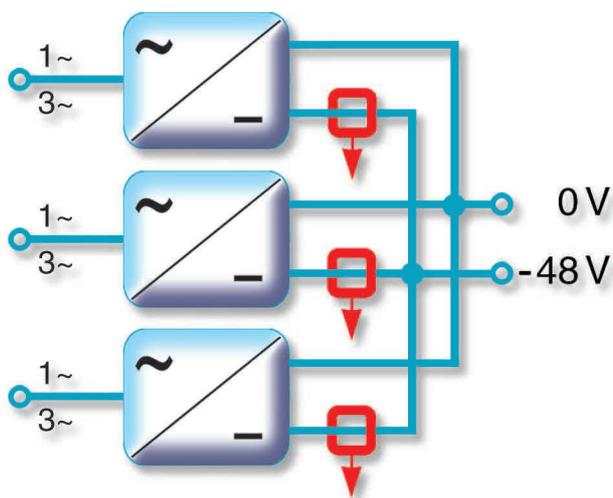

Рис. 11: Измерение тока в импульсных блоках питания, соединенных в параллель.
1.1. Либо при помощи нескольких импульсных блоков питания (**Switch Mode Power Supply, SMPS**), расположенных параллельно, измеряемые токи которых малы и находятся в пределах 30 ... 60 А. Измерения тока в данном случае проводятся для контроля и распределения мощности между импульсными блоками питания (рис. 11, однофазное (1~) или трехфазное (3~) питание).